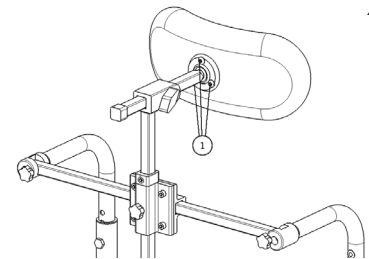

Abb. 31
- Montieren Sie das Kopfstütze auf den Kugelzapfen und ziehen Sie die drei Schrauben(1) (Abb.31) fest.